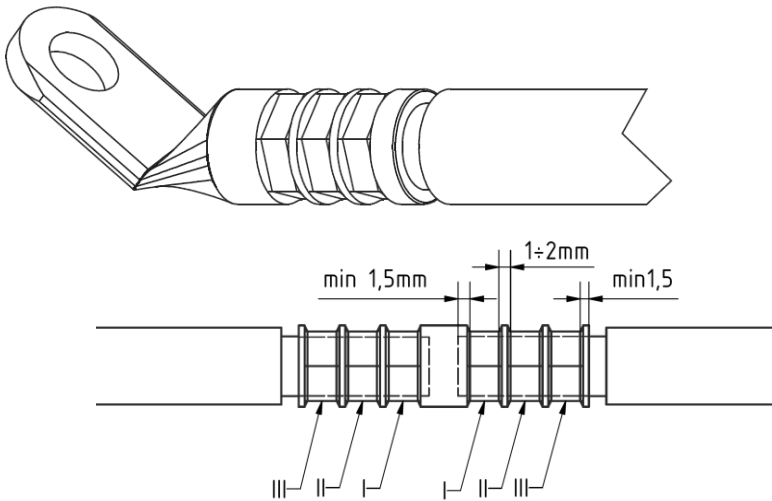

Рис. 3. Способ опрессовки а) наконечник б) соединитель.
6. Для достижения правильного соединения следует, опрессовать наконечник (соединитель) в соответствии с обозначениями на ее цилиндрической части, в случае отсутствия обозначений на наконечнике (соединителе) следует, по возможности наибольшее число опрессовок сохраняя отступы между опрессовками, как на (Рис. 3). Опрессовку наконечника начинать от лопатки (опрессовка I) и продолжать в направлении провода (опрессовка II,III). Опрессовку соединителя начать от внутренней его части (опрессовка I) и продолжать в направлении провода.